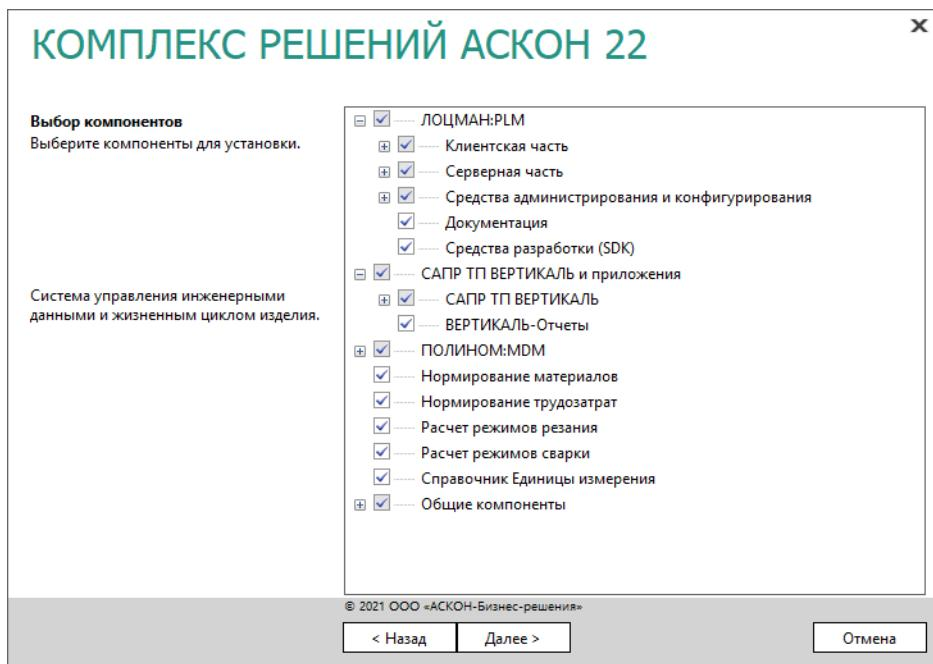

Рис. 3.2
1. Отметьте компоненты Комплекса, которые необходимо установить (рис. 3.2).